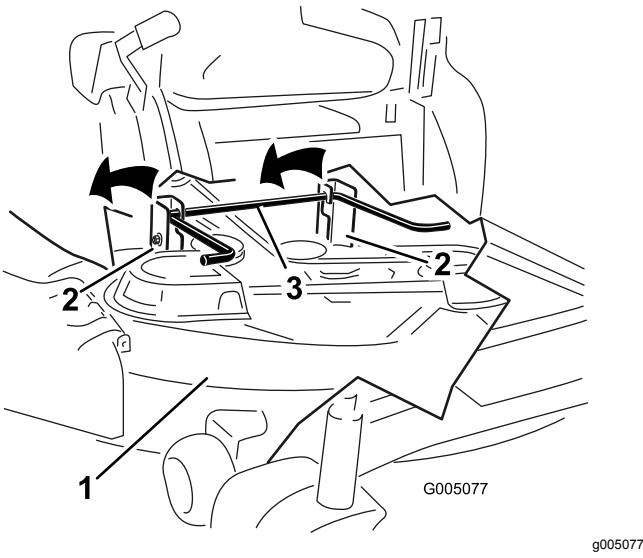

Figura 75
- 7. Eleve la carcasa de corte y desenganche la varilla de elevación trasera de las pletinas de suspensión, y baje el cortacésped con cuidado al suelo (Figura 75).
5. Eleve la parte trasera de la carcasa de corte y coloque las pletinas de suspensión sobre la varilla de elevación trasera (Figura 75).